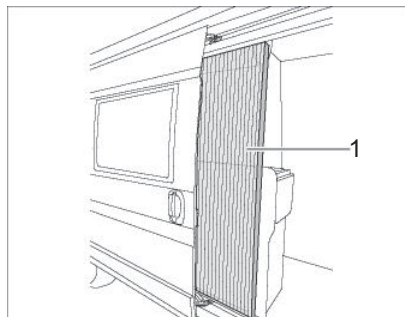

Bild 17 Insektenschutz (Abb. ähnlich)
- Insektenschutz an der Leiste (Bild 17,1) ganz herausziehen.
- Insektenschutz an der Leiste (Bild 17,1) in Ausgangsstellung zurückschieben.